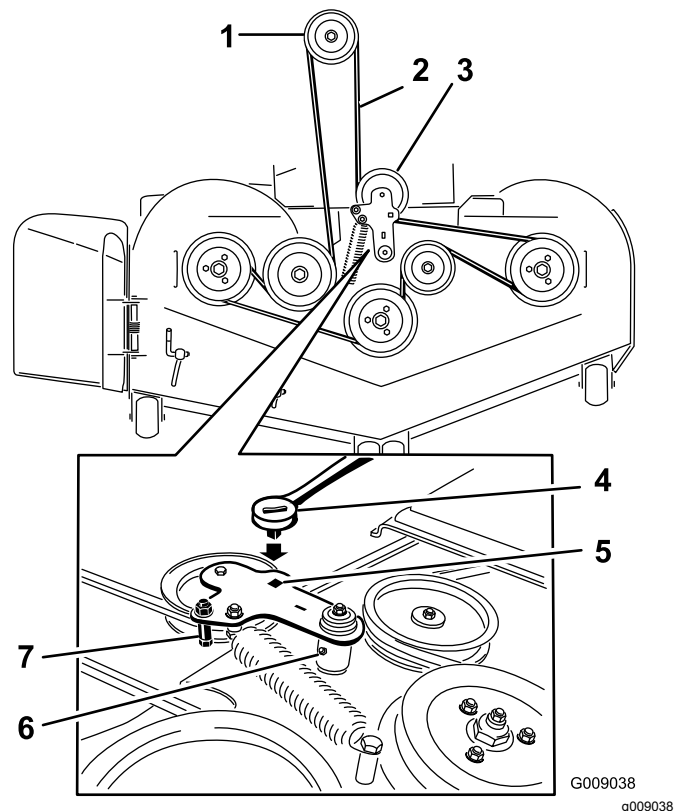

Figura 105
5. Levante o painel do chão e insira um roquete no furo quadrado no centro da polia intermédia (Figura 105).
6. Rode o centro polia no sentido contrário ao dos ponteiros do relógio e retire a correia do cortador (Figura 105).